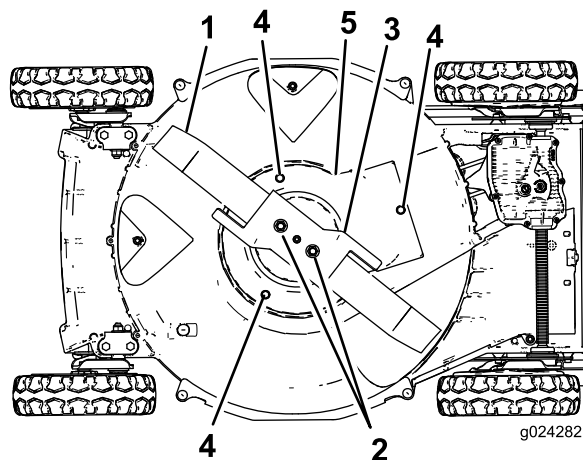

Figure 37
6. Enlevez les 2 écrous de lame, l'accélérateur et la lame (Figure 37).
7. Retirez les vis qui fixent la protection du débrayage du frein de lame au carter du tablier de coupe (Figure 37).